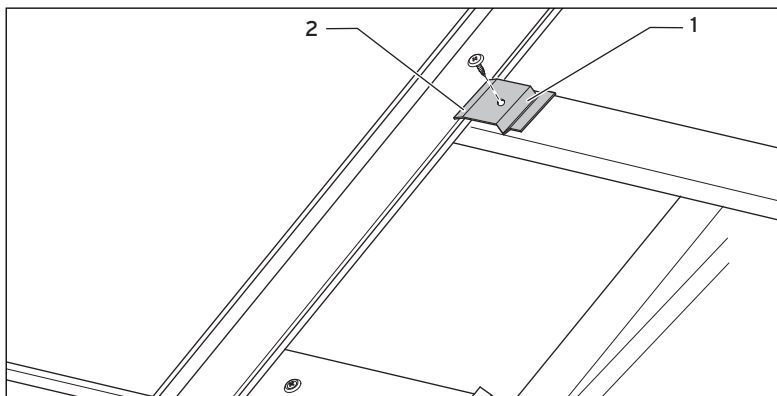

Abb. 5.12 Kollektor anschrauben
- Sichern Sie die Rohrverbinder mit den Klammern (3).
- Befestigen Sie den Kollektor seitlich mit jeweils 2 mitgelieferten Halftern und den Schrauben Nr. 2 an den Dachlatten (vgl. Abb. 5.12).